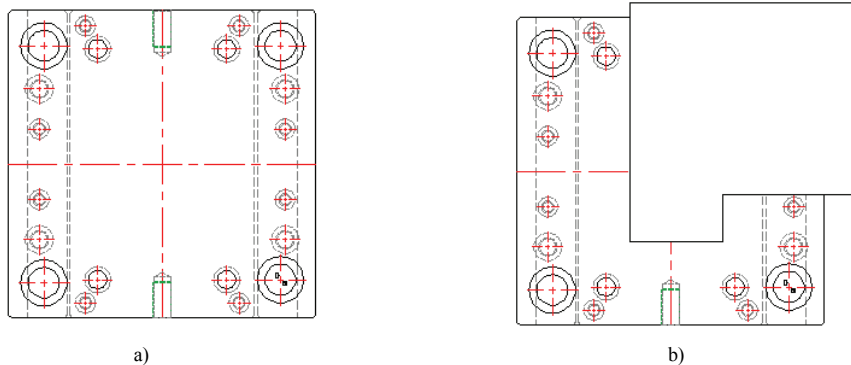

图 3-57 创建区域覆盖对象示例
要遮罩绘图区域，则在功能区“默认”选项卡的“绘图”面板中单击“区域覆盖”按钮，或者在“注释”选项卡的“标记”面板中单击“区域覆盖”按钮，接着在定义被屏蔽区域周边的点序列中指定点，也可以从“指定第一点或 [边框(F)/多段线(P)] <多段线>:”提示选项中选择“多段线 (P)”选项并单击要使用的现有多段线（该多段线必须闭合，仅包含线段且宽度为零），最后按〈Enter〉键结束命令。创建区域覆盖的典型示例如图 3-57 所示。